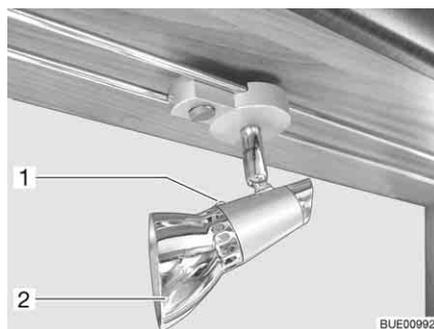

Fig. 247 Projetor de halogéneo (deslocável)
- Desaperte o parafuso de fixação (Fig. 247,1).
- Retire o quebra-luz (Fig. 247,2).